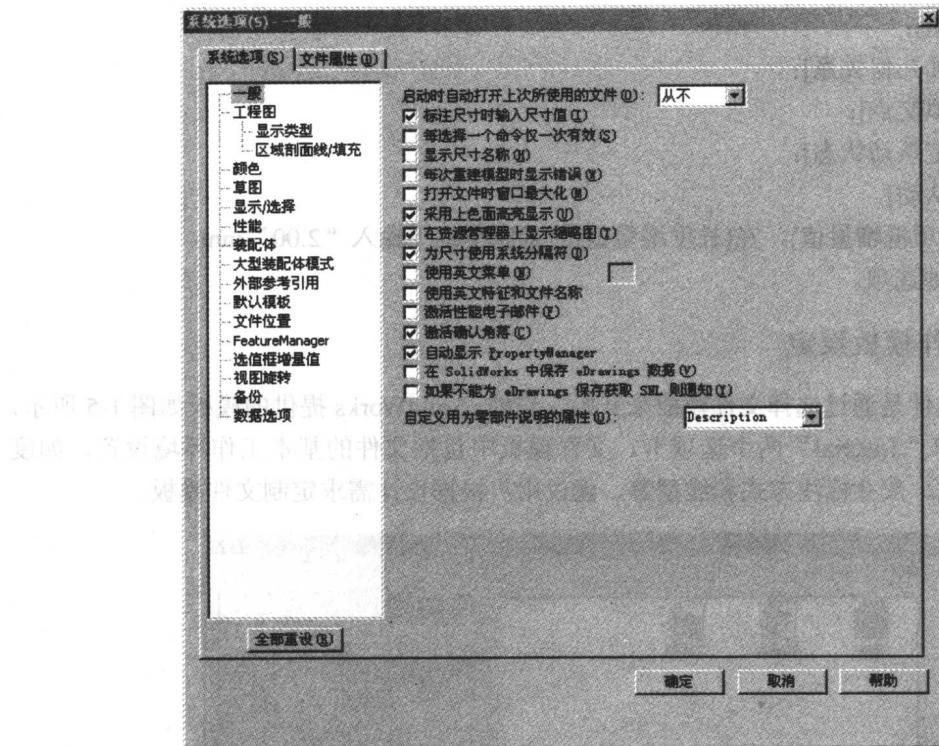

图 1-4 系统选项
- ① 选择[工具]—[选项]命令，出现“系统选项”对话框，切换到“系统选项”选项卡，如图 1-4 所示。
- ② 单击[一般]，选中下列选项：